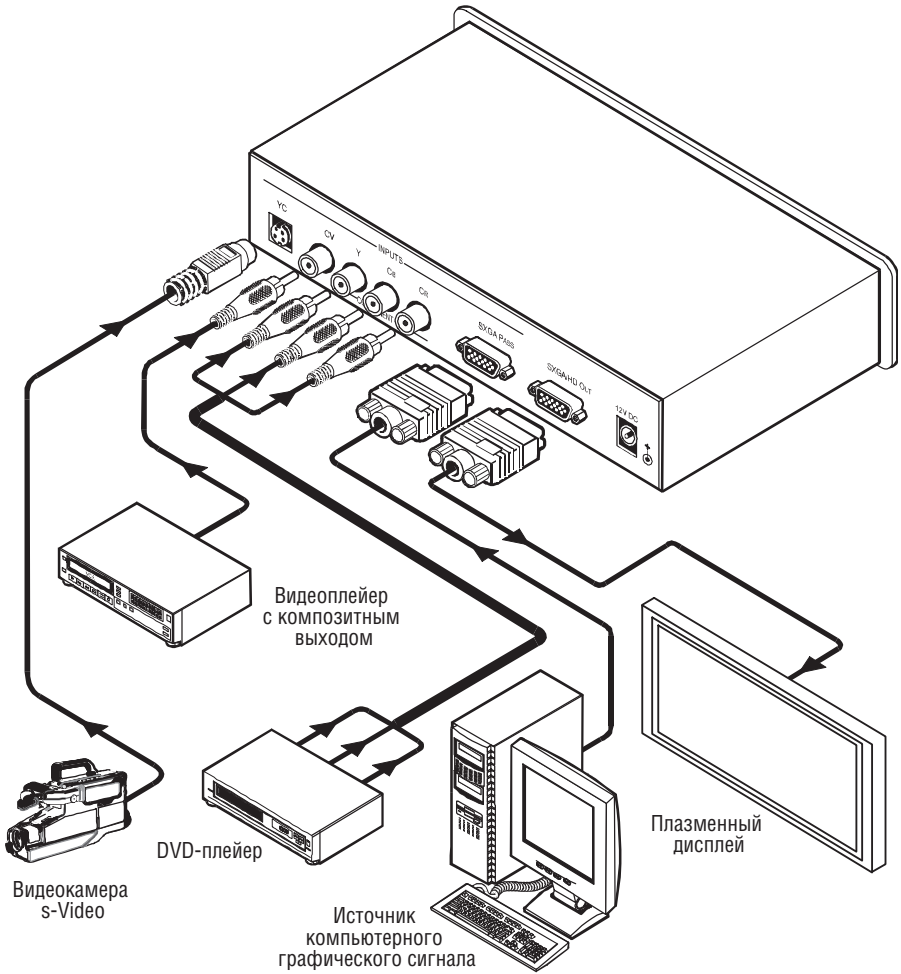

Рис. 2. Подключение источников и приемника сигнала к VP-419xl
Пример подключения источников и приемника сигнала к **VP-419xl** показан на рис. 2. Подключать все входы необязательно.
6. Подключите выход источника питания к разъему питания *12V DC*, а источник питания вставьте в розетку электросети (не показано на рис. 2).